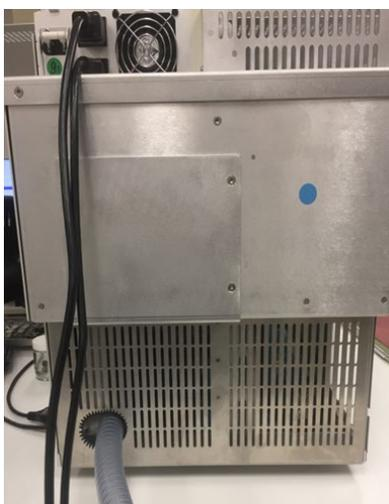

Figure 41 : Face arrière de l'instrument
AVIS—Assurez-vous de bien attacher le tuyau de refoulement primaire depuis l'arrière du spectromètre de masse au port d'entrée de la pompe primaire, comme illustré à la Figure 41.
- 5) Le cordon d'alimentation de la pompe doit être branché directement à l'arrière du spectromètre de masse comme illustré à la Figure 41.